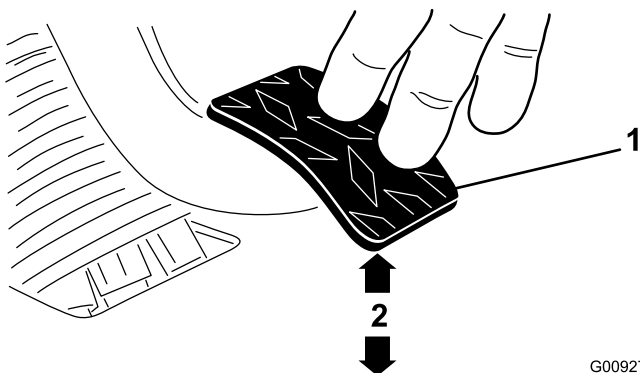

Bild 70
3. Stellen Sie die Klemmmuttern oder das Kugelgelenk ein, bis sich die untere hintere Kante des Kupplungspedals $9,5 \text{ cm} \pm 3 \text{ cm}$ von der Oberseite des Bodenplattensternmusters befindet, wenn Sie eine Kraft von 1,8 kg auf das Pedal aufbringen (Bild 70).